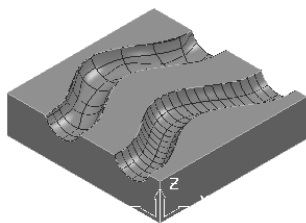

图2-150 打开范例文件
2) 选择下拉菜单中的“文件”→“打开项目”命令，弹出“打开项目”对话框，选择“exercise21”（“随书光盘：\第2章\exercise21\uncompleted\exercise21”）目录，如图2-150所示。